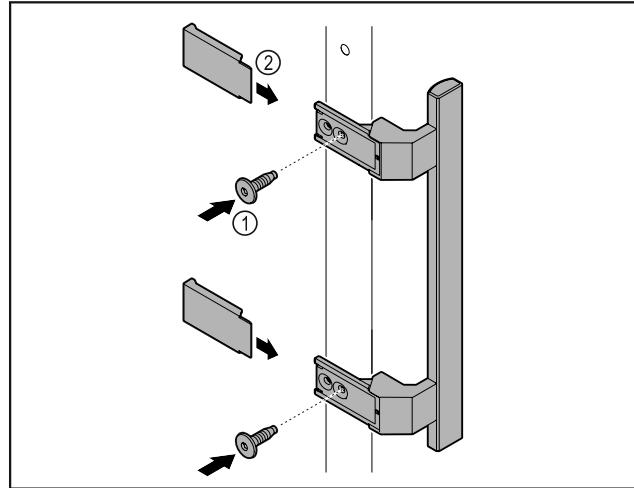

Fig. 8
- ▶ Griff aus dem Beipack mit den beiliegenden Schrauben Fig. 8 (1) an der Tür anbringen.
- ▶ Abdeckung Fig. 8 (2) aufsetzen.